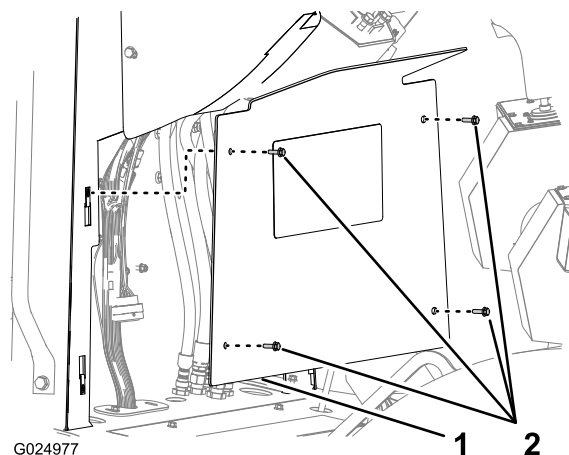

Figure 116
1. Retirez les 4 boulons à embase hexagonale (6 x 20 mm) qui fixent le panneau de console inférieur à la console, et déposez le panneau (Figure 116).
3. Alignez le panneau inférieur devant la console (Figure 116).